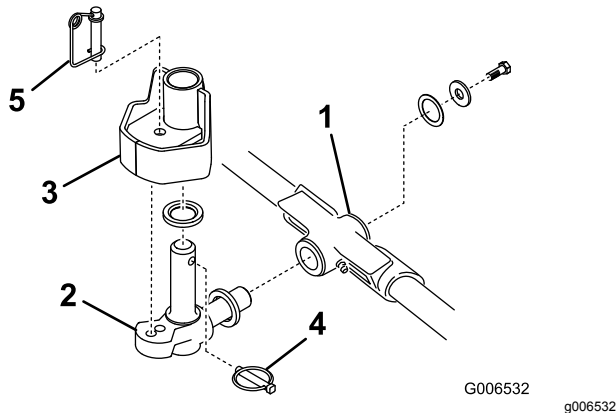

Bild 12
1. Setzen Sie eine Druckscheibe auf die horizontale Welle des Kreuzgelenks, wie in Bild 12 abgebildet.
2. Setzen Sie die horizontale Welle des Kreuzgelenks in das Befestigungsrohr des Trägerrahmens (Bild 12).
3. Befestigen Sie das Kreuzgelenk mit einer Druckscheibe, einer Flachscheibe und einer Bundkopfschraube am Trägerrahmen (Bild 12).
4. Setzen Sie eine Druckscheibe auf die vertikale Welle des Kreuzgelenks (Bild 12).
5. Falls abgenommen, setzen Sie die vertikale Welle des Kreuzgelenks auf die Hubarmdrehnabe (Bild 12).
7. Setzen Sie den Klapstecker in das Kreuzloch an der Kreuzgelenkwelle (Bild 12).
Hinweis: Wenn Sie eine fixierte Mähwerkstellung wünschen, setzen Sie den Lenksperrstift auf das Befestigungsloch des Kreuzgelenks (Bild 12).
13. Haken Sie den Federdraht unten um den Lenksperrstift (Bild 12).